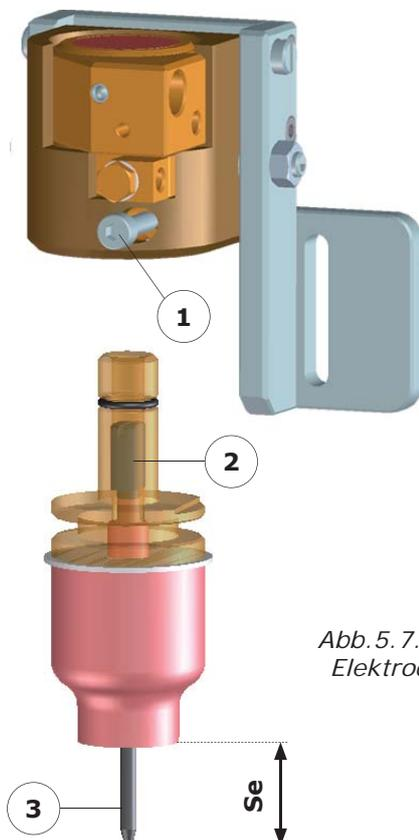

Abb. 5.7. – Einstellen des Elektrodenüberstandes
- Den Gaslinseneinsatz durch Lockern der Halteschraube (Abb. 5.7 - Index 1) lösen.
- Die Schraube (Abb. 5.7 - Index 2) an der Rückseite des Gaslinseneinsatzes lösen.
- Den Elektrodenüberstand (Abb. 5.7 - Index 3) so einstellen, dass das Maß Se erreicht wird.
- Die Schraube (Abb. 5.7 - Index 2) an der Rückseite des Gaslinseneinsatzes wieder festziehen, dabei die Einstellung des Elektrodenüberstandes nicht verändern.